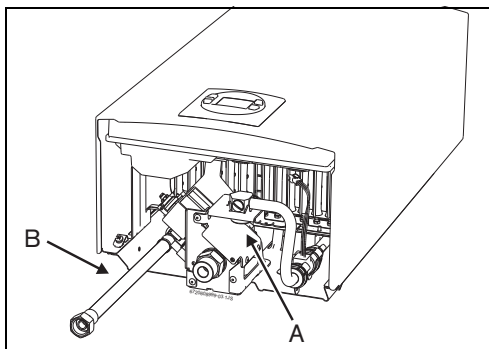

Fig. 15 Conexión del agua
- Identificar la tubería de agua fría (Fig. 15, [A]) y de agua caliente (Fig. 15, [B]), para evitar.